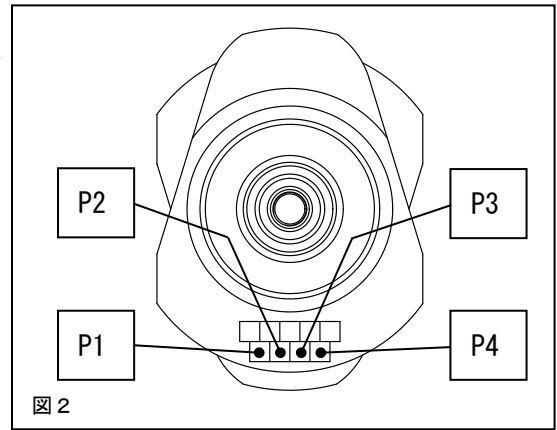

図 2
3. 4 分類記号を確認する場合は図 2 を参考にしてください。